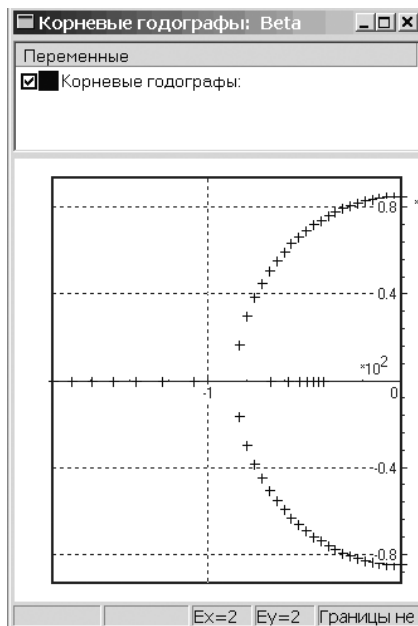

Рис. 1.53. Зависимость корней характеристического уравнения от параметра **Beta** (Доли демпфирования)
- щелкните по кнопке **Выполнить расчет** для запуска. Появятся результаты в графическом окне, см. рис. 1.53.